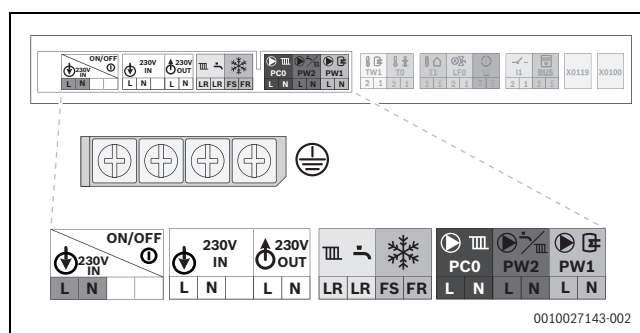

Bild 130 Netzspannungsbereich: Klemmleiste
- ▶ Kabel an der Klemmleiste für externes Zubehör (→ Bild 130 und Bild 131) anschließen.